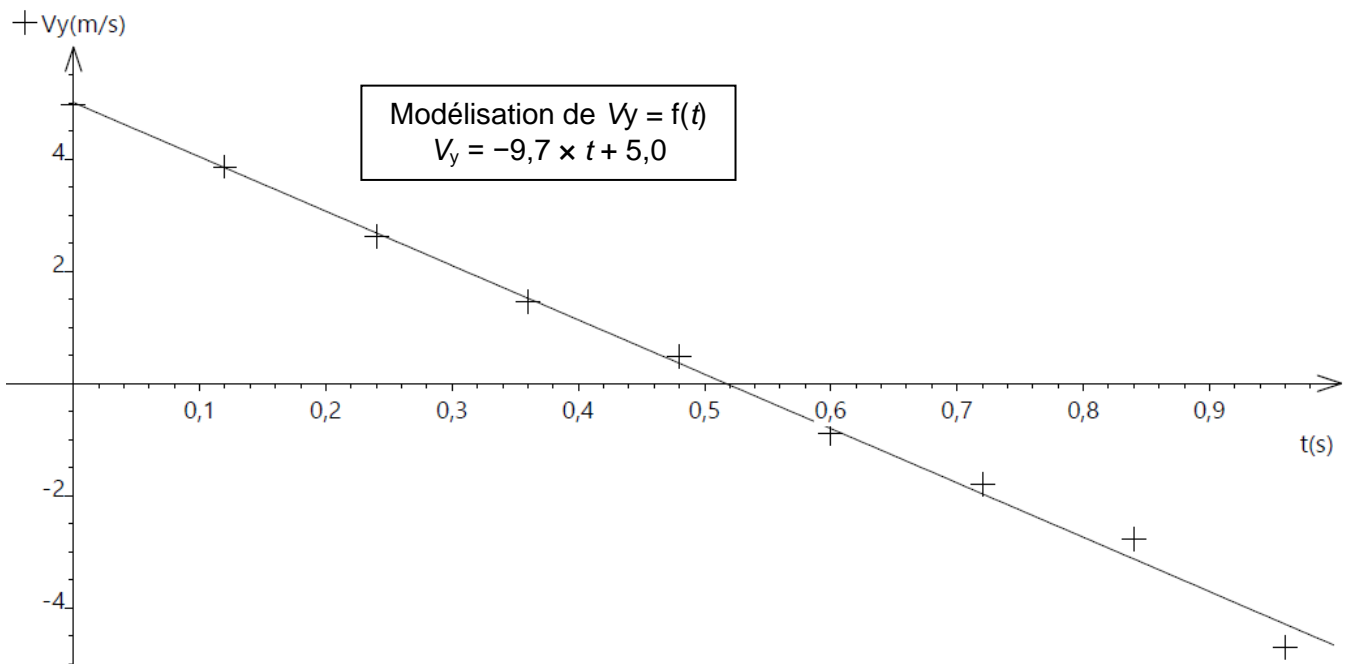

Figure 3 – Évolution de la coordonnée v_y de la vitesse du ballon en fonction du temps t
- Q.3.** Déterminer, à l'aide de la figure 3, la valeur de la coordonnée v_{y0} du vecteur vitesse initiale \vec{v}_0 .